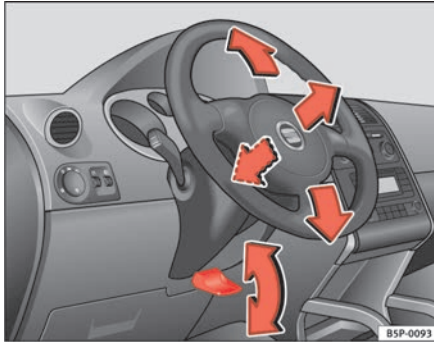

Abb. 134 Lenkradposition einstellen
- Schwenken Sie den Hebel  $\Rightarrow$  Abb. 134 unter der Lenksäule nach unten  $\Rightarrow$  .